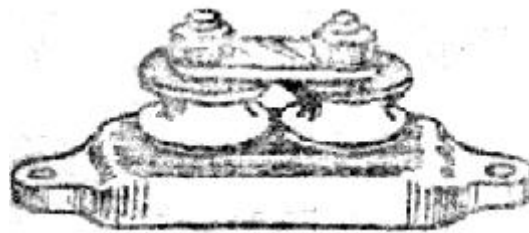

Figure 5.3 – Sabot à cintrer
- **A l'aide de porte-galet ou sabot à cintrer :** (voir figure 5.3)